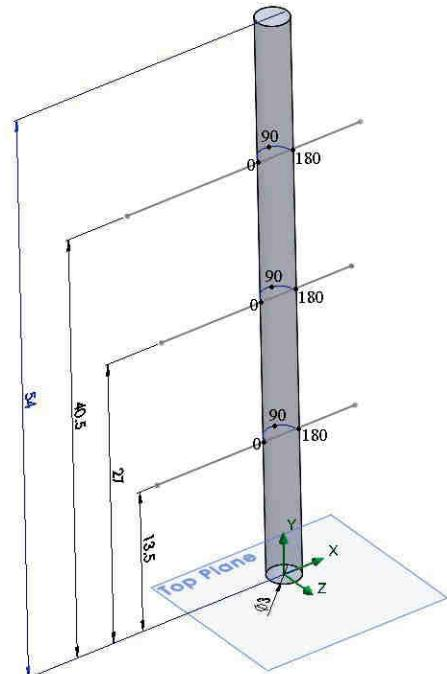

Fig. 14.1
Scopul prezentei aplicații este de a calcula forța aerodinamică și distribuția de presiuni pentru trei secțiuni orizontale, rezultate din interacțiunea dintre coșul vertical  $D=\phi 3\text{ m} \times H=54\text{ m}$  și curentul de fluid, fig. 14.1. Viteza curentului de aer este orientată pe direcția  $X+$  și are valoarea 20 m/s. Baza coșului se află în planul **Top** ( $XZ$ ), iar cele trei secțiuni orizontale sunt dispuse la înălțimile 13.5, 27 respectiv 40.5 m.
În tab. 1 presiunea manometrică este calculată prin rel. (2), iar lungimea  $L$ , calculată prin rel. (3), reprezintă lungimea desfășurată a arcului subântins de unghiul  $\theta$ . Originea unghiului  $\theta$  este la intersecția axei  $X-$  cu cercul  $\phi 3$  al secțiunii,  $90^\circ$  corespunde intersecției cu axa  $Z-$ , iar  $180^\circ$  corespunde intersecției cu axa  $X+$ , fig. 14.1.
The application's goal is to calculate the aerodynamic force and pressure distribution for three horizontal sections, resulting from the  $D=\phi 3\text{ m} \times H=54\text{ m}$  funnel and fluid interaction, fig. 14.1. The air velocity is oriented on the  $X+$  direction and the value is 20 m/s. The funnel base is placed on the **Top** plane ( $XZ$ ) and the three horizontal sections are disposed at the following heights: 13.5, 27 and 40.5 m.
In tab. 1 the manometer pressure is calculated by rel. (2) and the  $L$  distance is the arc length corresponding to the  $\theta$  angle, calculated by rel. (3). The origin of the  $\theta$  angle is placed at the intersection point between the  $\phi 3$  circle and  $X-$  axis,  $90^\circ$  corresponding to the  $Z-$  axis intersection and  $180^\circ$  corresponding to the  $X+$  axis intersection, fig. 14.1.
Geometria suplimentară va fi necesară la vizualizarea rezultatelor studiului de curgere. Vor fi create cele trei curbe din fig. 14.1, la înălțimile 13.5, 27 și 40.5 m, precum și un plan paralel cu planul **Top**, la distanța 13.5 m față de baza coșului.
The additional geometry is required to view the Flow Simulation results. The three curves from fig. 14.1, placed at 13.5, 27 and 40.5 m and one plane parallel with **Top** plane at 13.5 m distance are created.